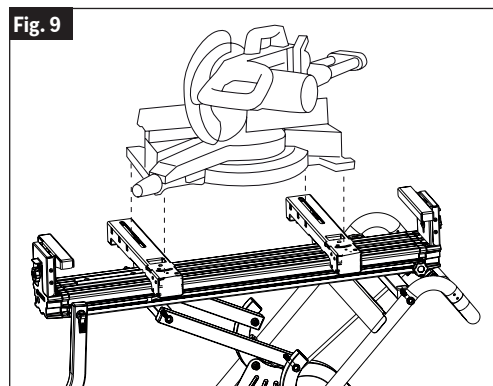

Fig. 7
1. Localisez les ensembles de supports de montage d'outil (H), placez-en un (1) sur le rail contre la butée secondaire rouge du support de montage d'outil et faites basculer le levier de verrouillage dans la position verrouillée, comme illustré sur les Figures 7 et 10.
4. Inclinez la scie jusqu'à ce que les mâchoires du devant des deux pièces de fixation de l'outil soient engagées sur le rail. Avec les deux mains sur les poignées de la scie, guider la scie à nouveau vers sa position de niveau sur le rail (voir Figure 7, p. 19).